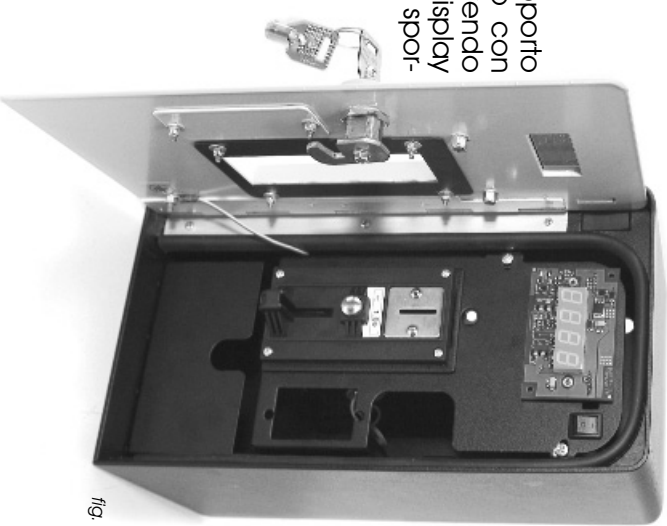

fig. 7
7. Riposizionare il supporto basculante e fissarlo con le apposite viti avendo cura di centrare il display nella finestrella dello sportello (fig. 7).